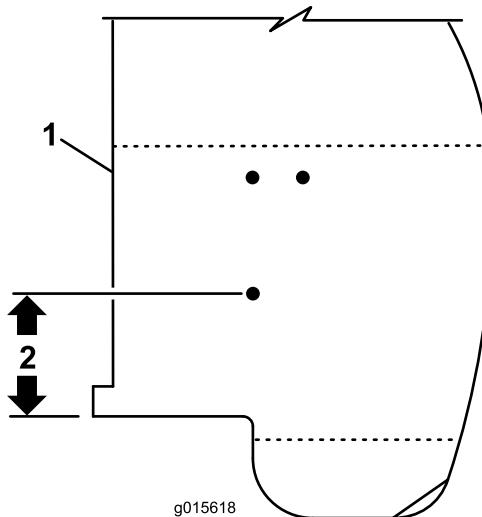

**Figure 1**
- Si le trou arrière se trouve à 9,5 cm du bord de l'aile, comme montré à la Figure 1, passez à l'opération 4.